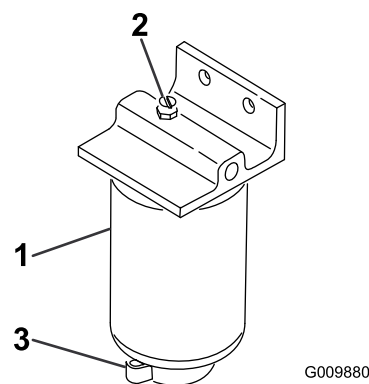

Figura 49
2. Allentate la valvola di spurgo situata nella parte inferiore della scatola del filtro (Figura 49).
1. Pulite la superficie circostante la scatola del filtro (Figura 49).